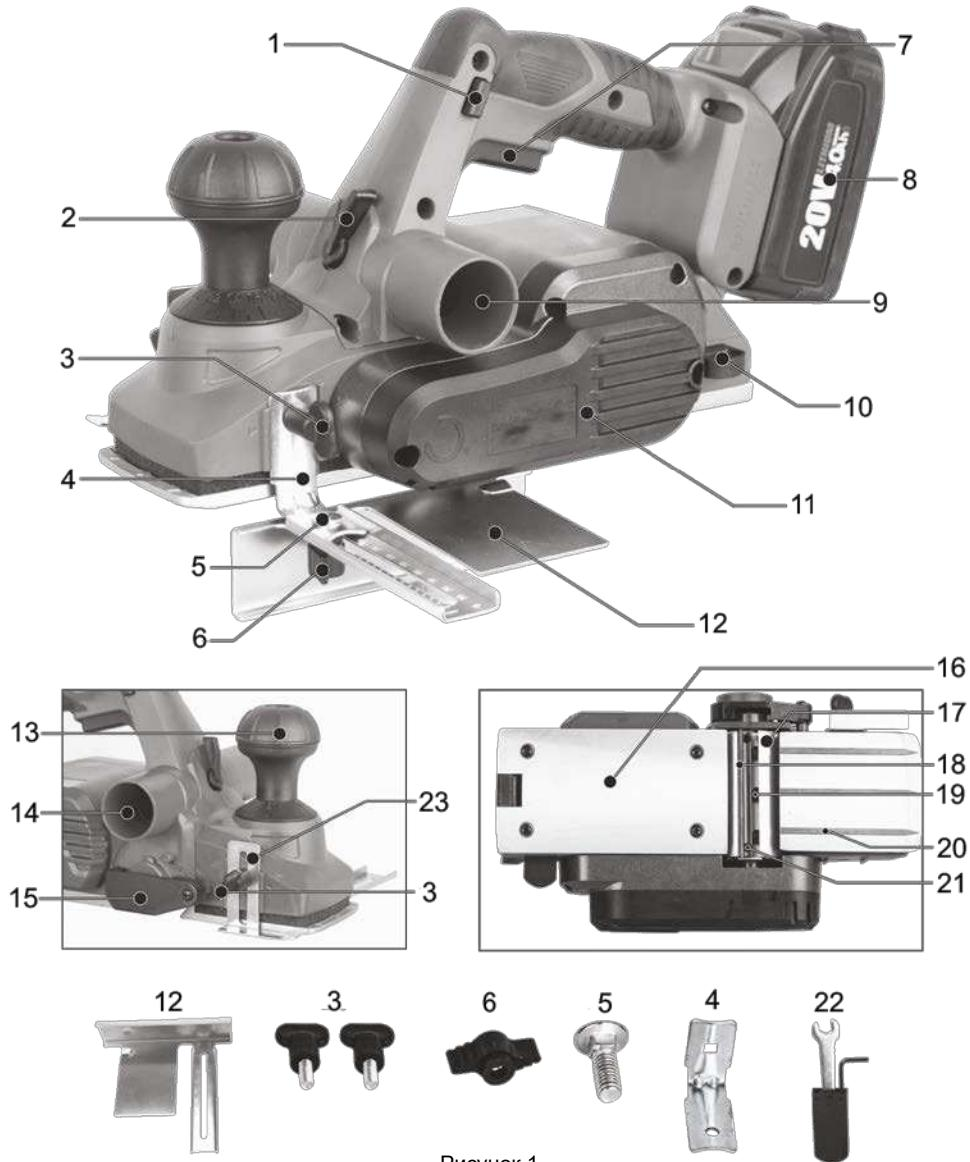

Рисунок 1
Для ввімкнення виробу спочатку натисніть кнопку блокування пускової клавіші (1), а потім натисніть пускову клавішу (7, рисунок 1). Для вимкнення виробу клавішу (7) слід відпустити.
Інструмент має можливість вибірки чверті (фальцовування). Необхідну ширину стругання можна встановити за допомогою паралельної напрямної (12, рисунок 1).